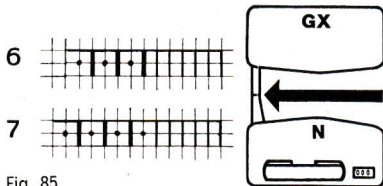

Fig. 85
Aan beide zijden 6 steken meerderen, fig. 85
Naaldstand voor het meerderen van een even aantal steken (6) fig. 85 boven.
Naaldstand voor het meerderen van een oneven aantal steken (7), fig. 85 beneden.